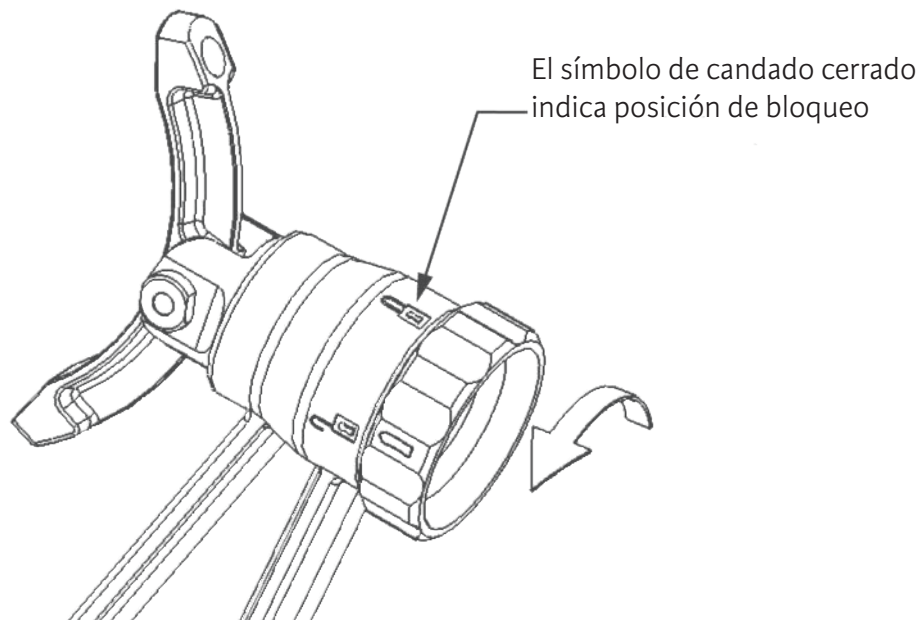

Figura 4 Cómo desbloquear el botón de selección de bloqueo
1. Desbloquear el botón de selección de bloqueo para que el balancín pueda girar 360 grados con facilidad. El botón de selección de bloqueo se desbloquea haciéndolo girar para alinear el indicador con el símbolo del candado abierto; véase la Figura 4:
7. Una vez que se ha aplicado la fuerza al fijador y el paciente está posicionado para la cirugía, debe girarse el botón de selección de bloqueo a la posición de bloqueo ilustrada en la Figura 4.